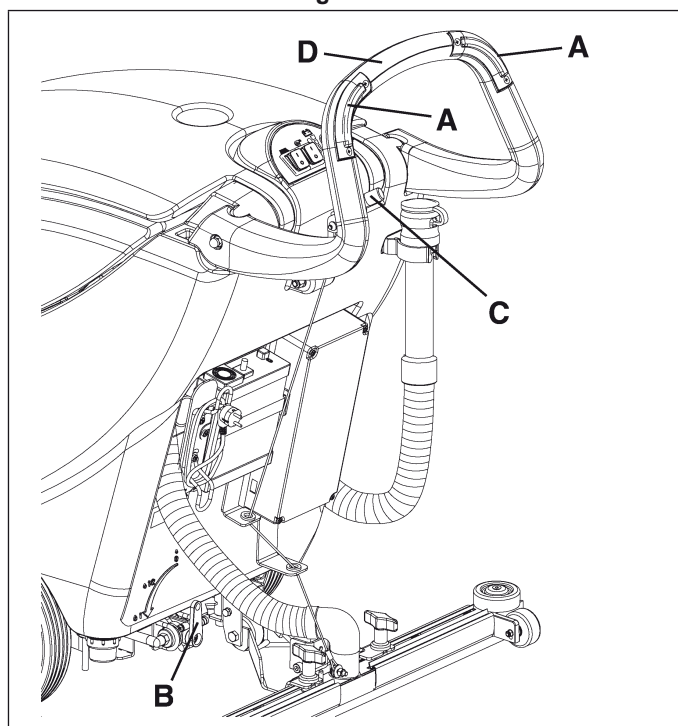

Figure 18
2. Tout en gardant les mains sur le guidon (D, Fig. 18), déplacer la machine et commencer le travail de lavage/séchage du sol.
ne pas utiliser la brosse/disque à sec lorsque la machine est au repos, arrêter la rotation de la brosse/disque au moyen du bouton-poussoir (A, Fig. 18).
Avant de soulever la brosse/disque, en arrêter la rotation au moyen du bouton-poussoir (A, Fig. 18).
3. Si besoin est, modifier la quantité de solution distribuée à la brosse/disque, à l'aide du levier (B, Fig. 18).
2. Soulever l'embouchure en tournant le levier (C, Fig. 18) vers le haut.